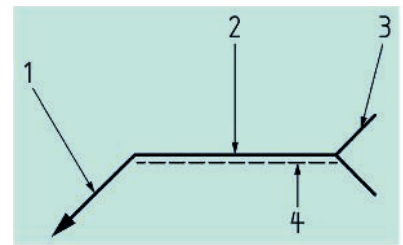

Bild 1. Grundsymbol für Schweißnähte in Zeichnungen: 1 Pfeillinie, 2 Bezugslinie, 3 Gabel, 4 gestrichelte Linie für die der Naht gegenüberliegende Seite
bel. Wenn Nahteinheiten anzugeben sind, wird meist eine Strichlinie erforderlich, Bild 1. Der Pfeil (1) zeigt in der Zeichnung auf den Schweißstoß. Die Bezugslinie (2) symbolisiert die Seite des Schweißstoßes, auf die der Pfeil zeigt. Die gestrichelte Linie (4) repräsentiert die Gegenseite des Schweißstoßes. Hinter der Gabel (3) können zusätzliche Hinweise geschrieben werden, zum Beispiel „ISO 4063-111“ für den